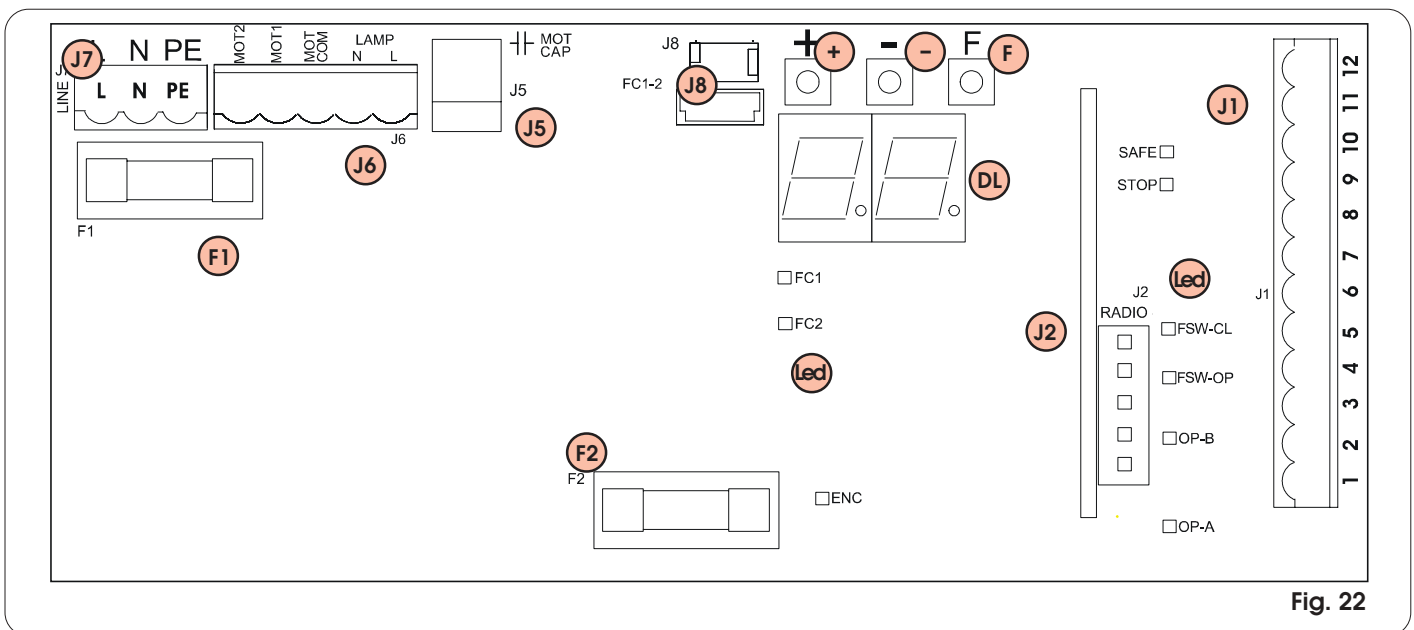

Fig. 22
- Conecte el cable de tierra al correspondiente borne situado en el conector J7 de la tarjeta y al casquillo sobre el operador (fig. 22 y 40).
Fusibles de protección	Nº 2 (véase fig. 22 y pár. 5.3)